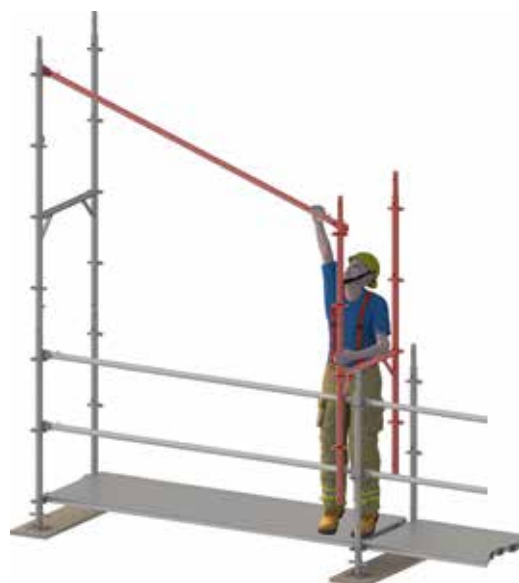

Figure 15 : Montage du renfort de garde-corps sur le cadre en H.
4. Le renfort de garde-corps est ensuite introduit dans les goujons du garde-corps, au niveau du cadre en H, qui se trouve en position de maintien (voir la figure 15). Le cliquet de garde-corps est ouvert pendant l'opération, puis refermé une fois le renfort de garde-corps monté.